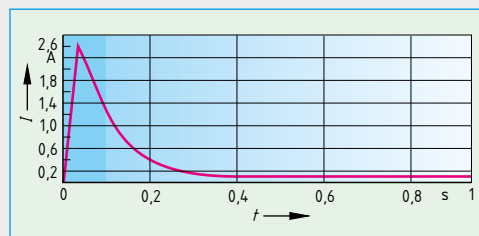

Bild 3: Stromverlauf beim Einschalten einer 40-W-Glühlampe an 230-V-Netzspannung
13. Nach längerer Betriebsdauer der Glühlampe wird durch Materialverdampfung der Drahtquerschnitt des Glühfadens geringer. Deshalb steigt die Stromdicke und somit die Temperatur im Betrieb an. Da der Metallfaden ein Kaltleiter ist, ist im Einschaltaugenblick der Metallfadenwiderstand wesentlich kleiner als im Betrieb bei sehr hoher Temperatur. Der Einschaltstrom (Bild 3) ist deshalb etwa 10 bis 15 mal größer als der Betriebsstrom und erhöht die Stromdicke zusätzlich, sodass der Glühfaden meist im Einschaltaugenblick durchbrennt.